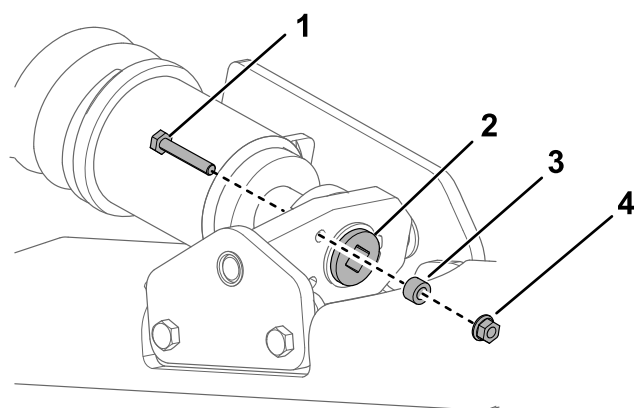
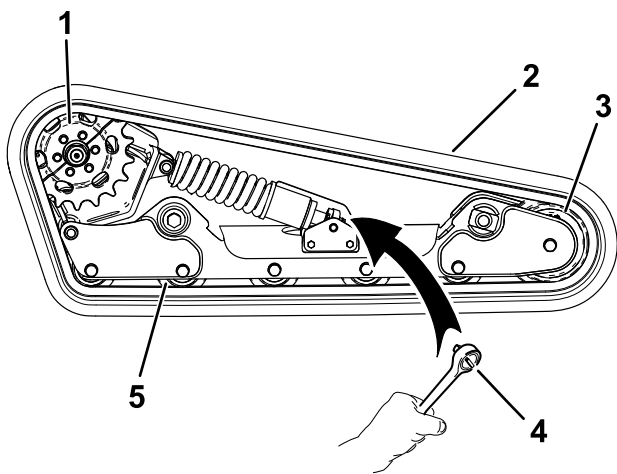

Figura 57
Figura 61
4. Scoatei urubul de blocare, distanțierul și piulița (Figura 57).
6. Aliniați cea mai apropiată creștătură din urubul de tensionare la orificiul urubului de blocare și fixați urubul cu urubul și piulița de blocare (Figura 57).
7. Scoateți urubul de blocare, distanțierul și piulia (Figura 57).
8. Folosind un clichet de antrenare de 1/2 inch, eliberați tensiunea de antrenare rotind urubul de tensionare în sensul acelor de ceasornic (Figura 57 și Figura 61).
9. Îndepărtați cele 3 uruburi care fixează jumătatea de pinion care nu este cuplată cu enila (Figura 61).
14. Amplasai enila nouă în jurul roii din faă, apoi amplasai enila în jurul butucului de antrenare de pe partea fără pinion (Figura 61).
15. Împingeți enila sub și între roile de rulare și amplasai-o în jurul cadrului (Figura 61).